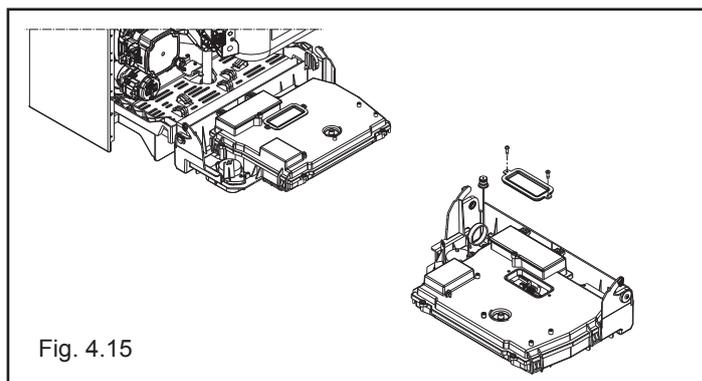

Fig. 4.15
- sollevare, quindi ruotare il cruscotto verso di sé (fig.4.15)
- rimuovere il coperchietto dopo aver svitato le viti (fig. 4.15)